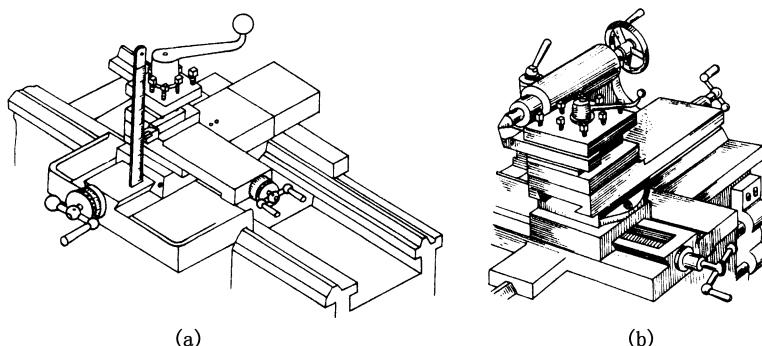

图3-14 检查车刀中心高
- (1) 根据车床的主轴中心高,用钢直尺测量装刀(图3-14(a))。
- (2) 根据机床尾座顶尖的高低装刀(图3-14(b))。
- (3) 将车刀靠近工件端面,用目测估计车刀的高低,然后夹紧车刀,试车端面,再根据端面的中心来调整车刀。